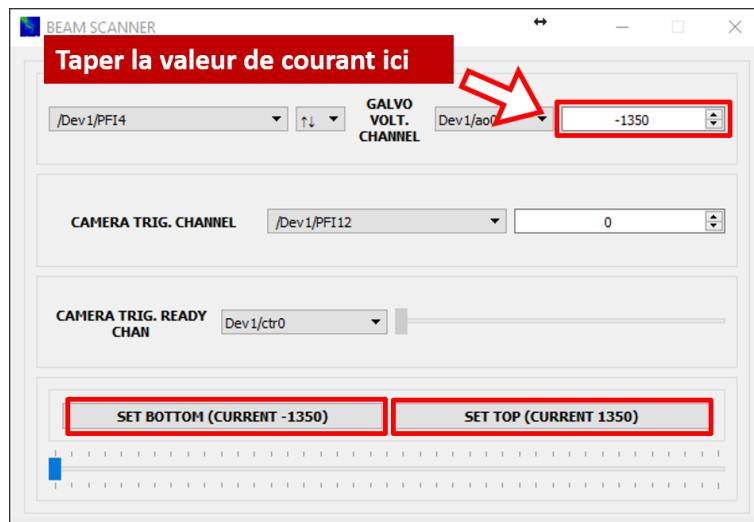

Figure 23 – Fenêtre pop-up *Scan. and. Trig.*
4. Taper '1000' à l'endroit indiqué à la figure 23. Cette valeur correspond au courant envoyé au galvanomètre. Cliquer sur *Set Top (current #####)*. Il devrait y avoir un bande noir en haut de l'écran.